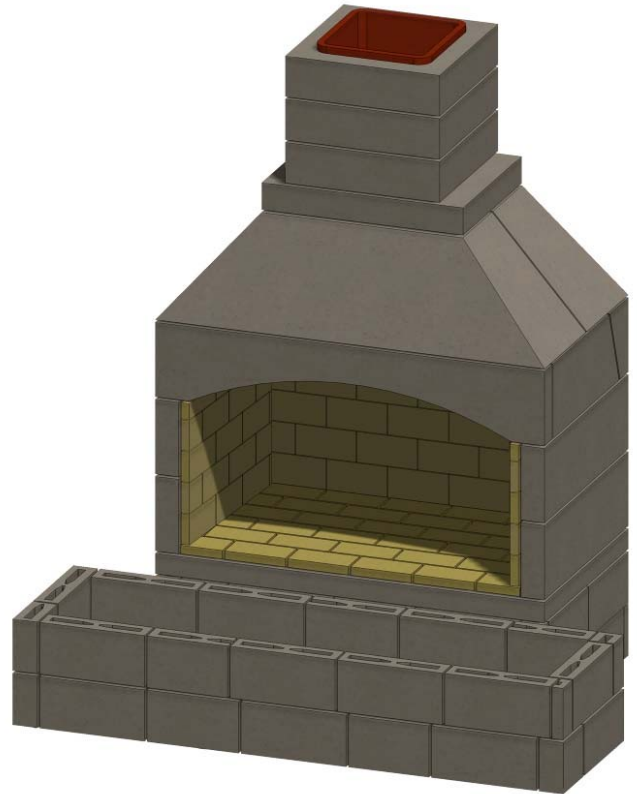

Figura 23. Base de la chimenea
P. Si se va a instalar un hogar, y no se ha hecho previamente durante el paso A, aplique mortero y coloque bloques de hormigón en su lugar para crear una base para el hogar. Véase la figura 23.